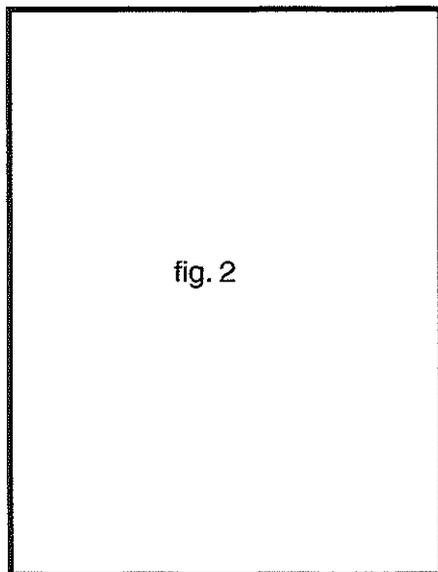

fig. 2
- 6) Colocar la TAJADERA DE CIERRE de todos los distribuidores (fig. 2) en la posición recomendada según el tipo de semilla que se vaya a sembrar, de acuerdo con la tabla de la página 17.